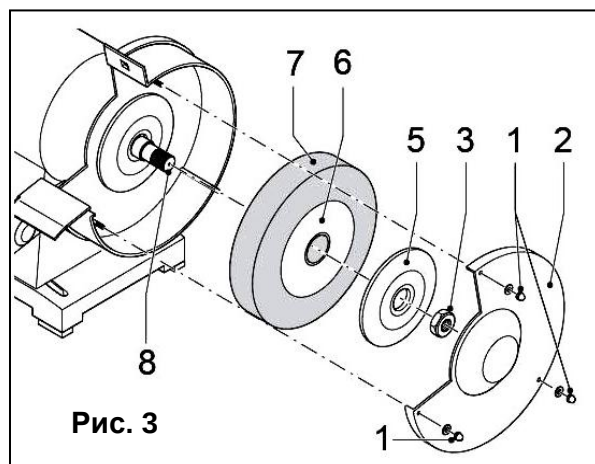

Рис. 3
Замена / установка шлифовального круга (Рис. 3)
- Открутите гайки фиксации защитного кожуха (1) (См. Рис. 3).
- Снимите защитный кожух (2).
- Открутите гайку (3) со шпинделя (8).
- Снимите со шпинделя внешний фланец (5), прокладку (6) и круг (7).
- Установите на шпиндель (8) новый круг.
- Надежно затяните гайку (3) Установите защитный кожух.
- Прикрутите обратно гайки (1) и крепко затяните их.